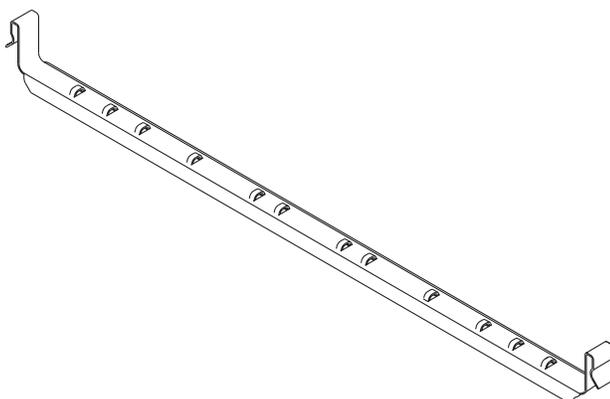
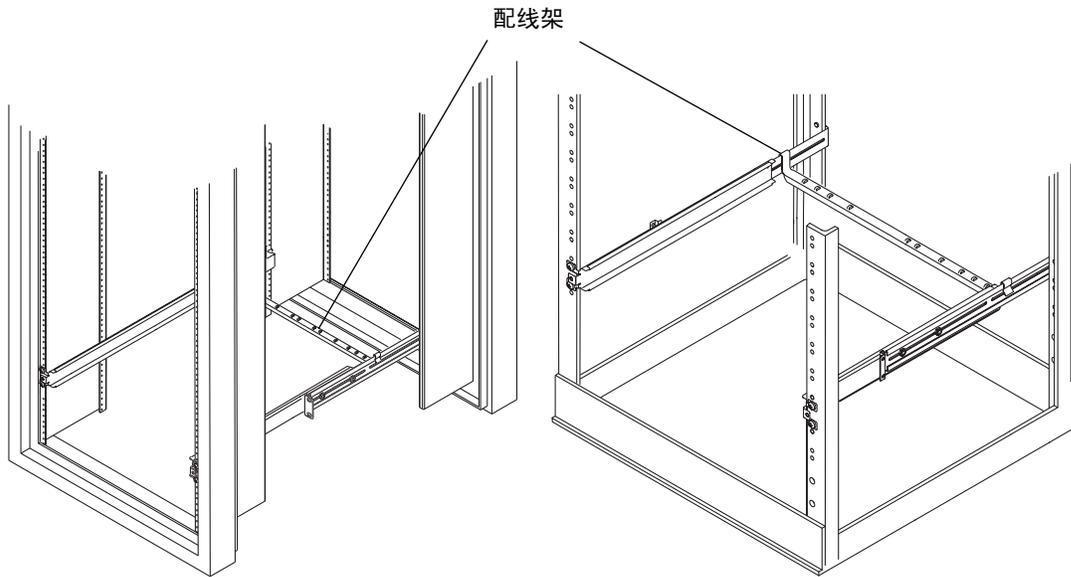

图 3-7 配线架
图 3-8 两个扩展机架中安装的配线架
12. 使配线架挂在系统后部的滑动装置上。请参见图 3-7 和图 3-8。